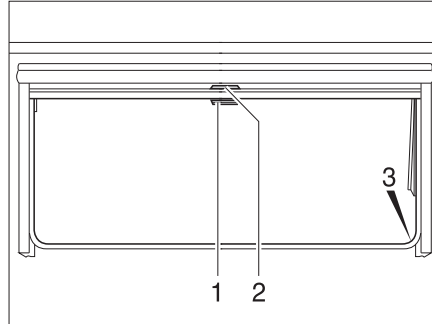

Fig. 55 Fenêtre projetante
- Tirer le store occultant vers le bas en le maintenant par la poignée (Fig. 55,2). Lorsque le store occultant est complètement fermé, l'accrocher des deux côtés du cadre de la fenêtre dans le dispositif de blocage (Fig. 55,3).
- Lorsque le store occultant est complètement fermé : Appuyer sur la poignée (Fig. 55,2) vers le bas tout en la tirant légèrement vers l'intérieur. Décrocher à droite et à gauche le store occultant du dispositif de blocage du cadre de la fenêtre.
- Si le store occultant se trouve dans une position intermédiaire : Tirer la poignée (Fig. 55,2) vers le bas jusqu'à ce que le dispositif de blocage se débloque.
- Tirer la moustiquaire par la poignée (Fig. 55,1) vers le bas et l'accrocher des deux côtés sur le cadre de la fenêtre dans le dispositif de blocage (Fig. 55,3).
- Appuyer sur la poignée (Fig. 55,1) vers le bas tout en la tirant légèrement vers l'intérieur. Décrocher à droite et à gauche la moustiquaire des dispositifs de blocage du cadre de la fenêtre.